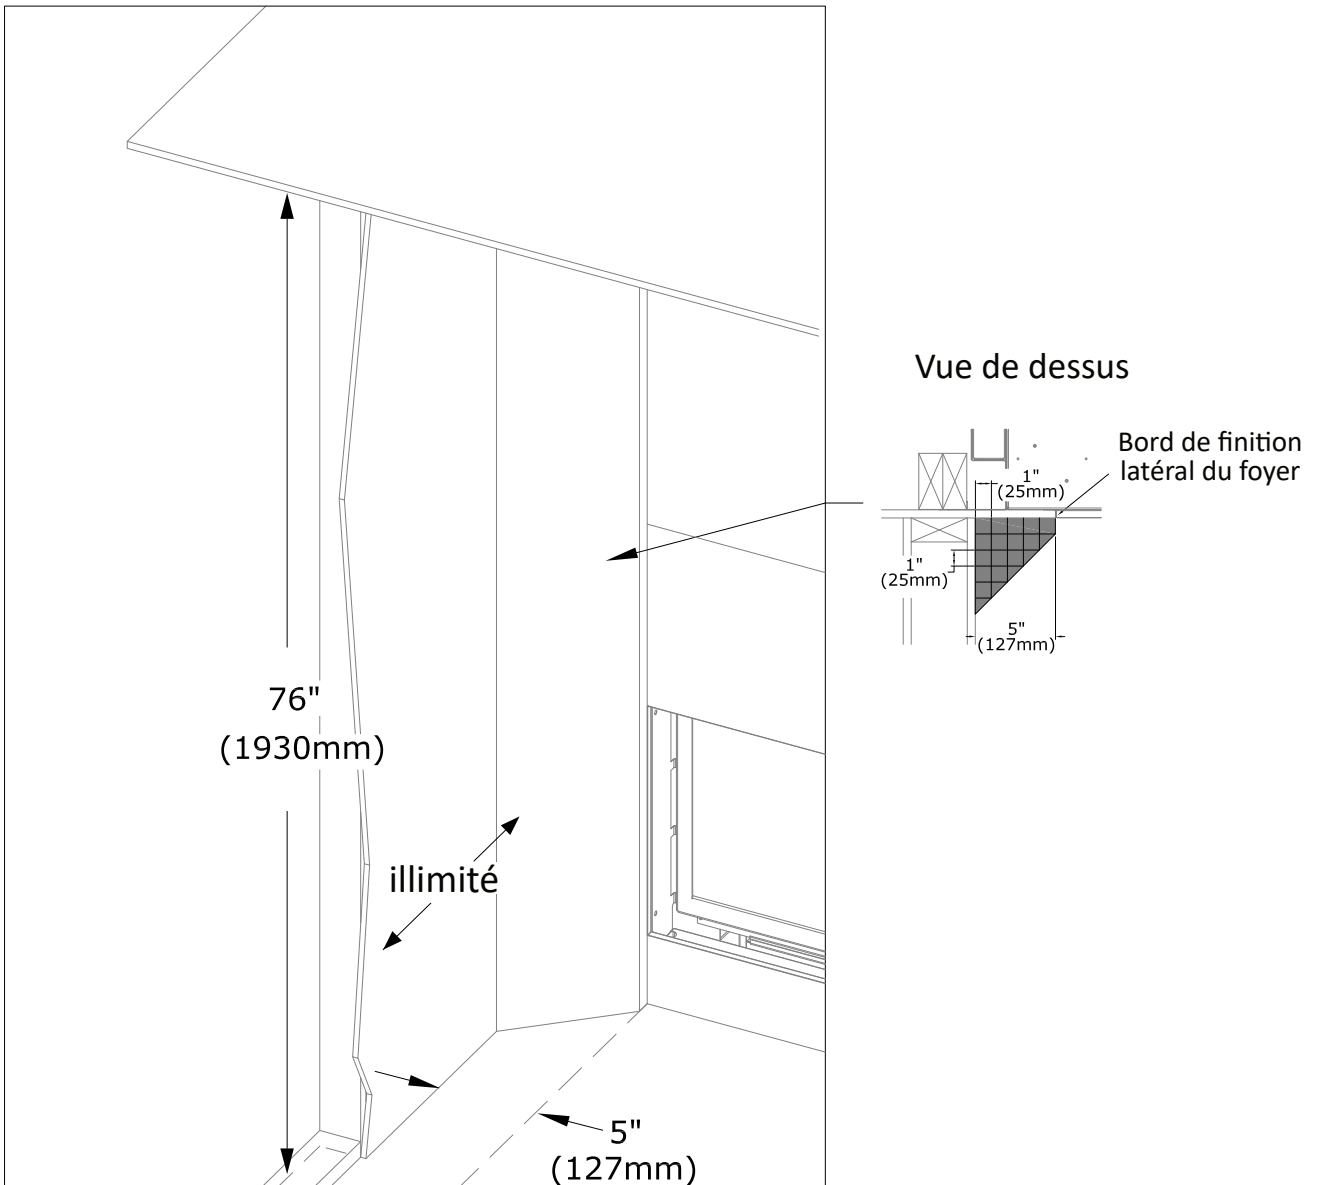

Figure 3.22 - Dégagements du mur latéral adjacent
- Montants (piédroits) du manteau: Voir «Dégagement au mur latéral combustible» (ci-dessous) et la Figure 3.22.
- Dégagement au mur latéral combustible: Une bordure de mur latéral combustible ayant 1 po (25 mm) de projection peut commencer à 0 po (0 mm) du bord de finition latéral du foyer. Après les premiers 5 po (127 mm) d'éloignement du bord de finition latéral du foyer, le mur latéral peut avoir une projection illimitée. Voir la Figure 3.22.
- La Figure 3.22 montre qu'une bordure de mur latéral combustible ayant 1 po (25 mm) de projection peut commencer à 0 po (0 mm) du bord de finition latéral du foyer. Après les premiers 5 po (127 mm) d'éloignement du bord de finition latéral du foyer, le mur latéral peut avoir une projection illimitée. Si vous installez le contour rectangulaire en option sur l'ouverture du foyer, vous devez prévoir les dégagements nécessaires. Pour plus d'information, voir la Section 3.1.1.